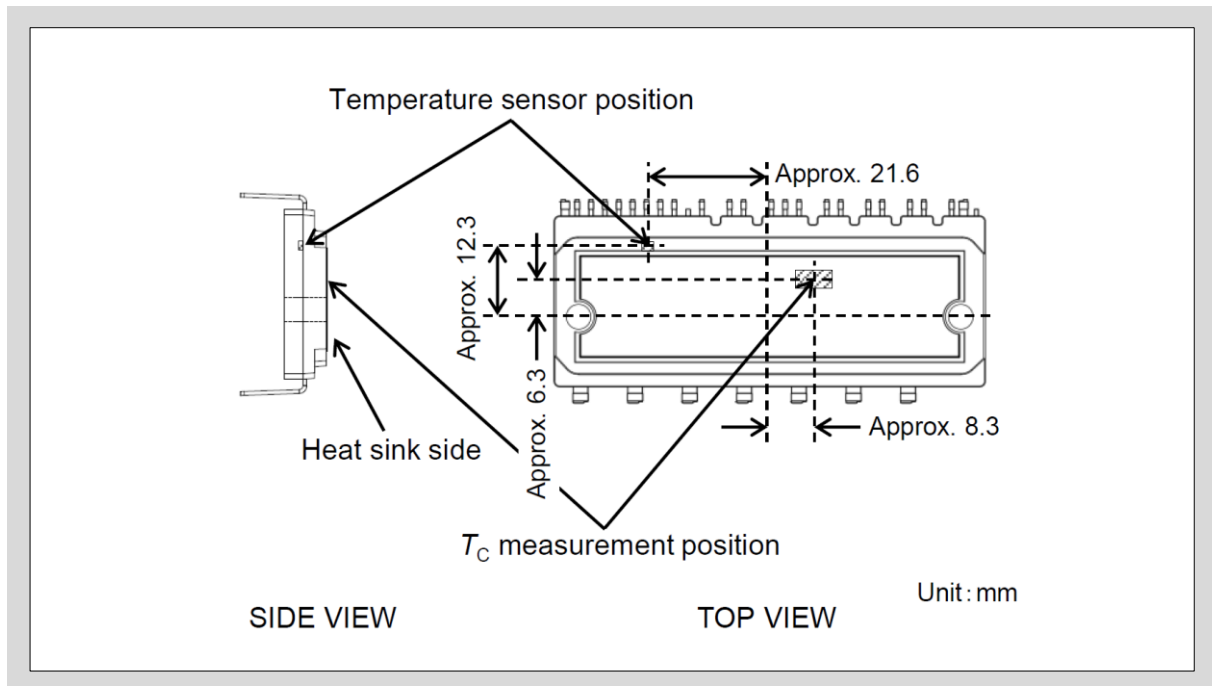

図6-1 温度センサ位置と T_C の測定位置
- ヒートシンクを選定する場合は、図6-1に示す位置で本製品の温度 T_C を直接測定し、素子発生損失と素子熱抵抗からチップ温度 T_{vj} を計算し、絶対最大定格以下となっていることを確認してください。また、本製品は温度センサを内蔵しており、LVICのチップ温度に従って出力されるアナログ電圧にて T_{vj} を確認することができますので、ヒートシンク選定の参考としてください。